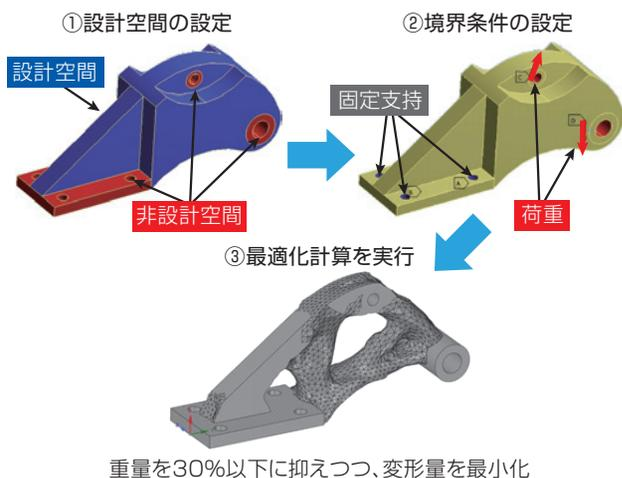

図1 トポロジー最適化の流れ
特に設計技術面で、トポロジー最適化と呼ばれる自動設計技術が近年注目されています。トポロジー最適化とは、設計したい空間に対して目的に応じて材料の最適な配置を計算する手法であり、製品の最適な形状を既存形状にとらわれず、ゼロから生みだすときに有効な手法です。図1にトポロジー最適化の流れを示します。①最初に製品の形状生成が許される領域(設計空間)を設定します。②次に製品に作用する荷重等の境界条件を入力し、シミュレーションを行います。③得られた結果に対して、製品に求める性能(目的や最低限満たすべき制約)を定義し、最適化計算を実行すると、目標とする性能を有する形状が自動的に生成されます。図1の場合は重量を